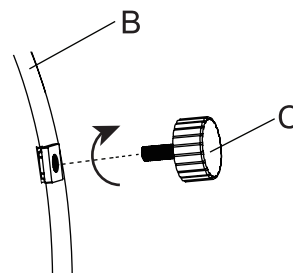

Figure 1
1. Cu ajutorul unei alte persoane, așezați cu grijă șemineul (B) pe o suprafață plană, neabrazivă, pentru a evita zgârieturile. Verificați cele patru colțuri de jos, aliniați picioarușele (C) cu găurile și înșurubați în sensul acelor de ceas (vezi Figure 1).